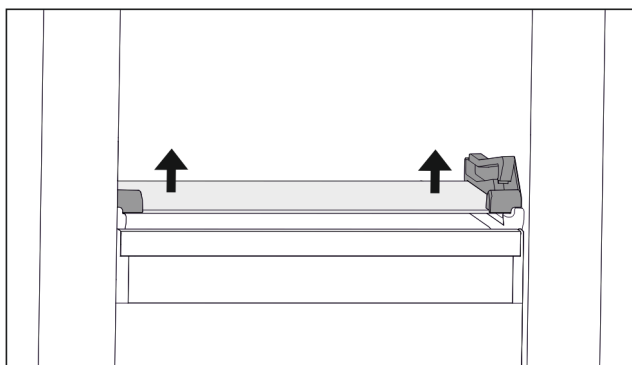

Fig. 72 Skleněná deska odklápěcí zásuvky
- ▶ Vytlačte skleněnou desku zdola na obou stranách nahoru. (viz Fig. 72)